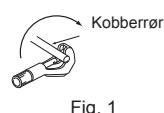

Fig. 1
- Afløbsslangen skal pege nedad, så afløbet kan foregå problemfrit. (Fig. 1)
- Skær kobberrøret på korrekt vis med en rørskærer. (Fig. 1, 2)